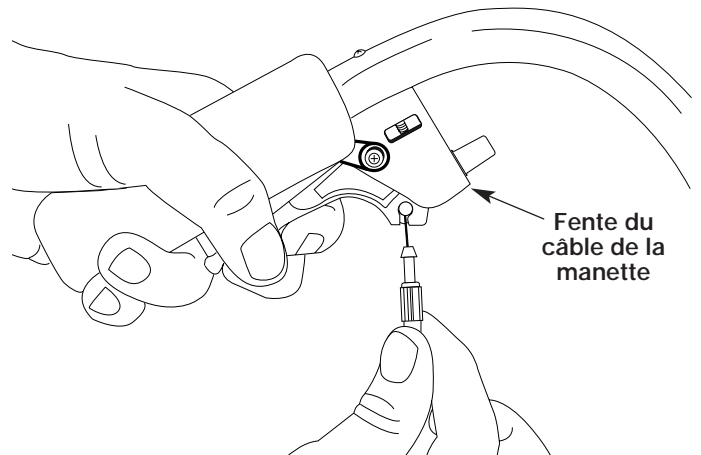

Figure 10
3. Maintenez la manette enfoncée et placez le barillet du câble dans le trou de la détente (Fig. 10).